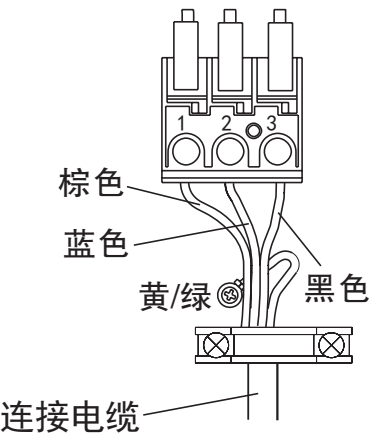
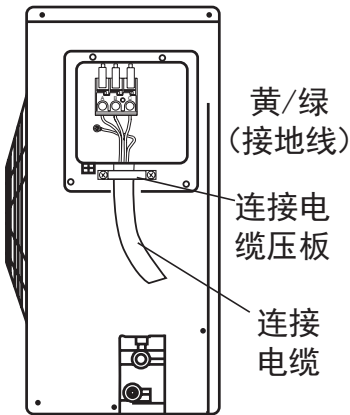

图24
图25
- (1) 把室外机组中连接电缆按图24所示正确的牢固连接（紧固力矩为8~15kgf.cm）。
- (2) 用连接电缆压板将连接电缆用螺钉紧固。（连接电缆压板固定时，所示箭头必须向下）
- (3) 必须将黄/绿线如图25所示接至右侧板带有“⊕”标志的接地螺钉上。
- (4) 连接电缆不可以碰铜管的裸露部分及截止阀。
按图25所示用真空泵排除管内空气。